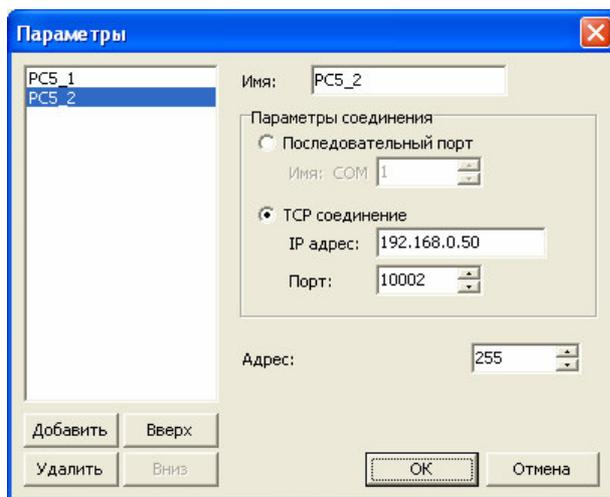

Рисунок 7 – Окно настройки списка контроллеров
5.2.1 При первом включении программа PC5 Configurator предлагает создать список контроллеров (рисунок 7)